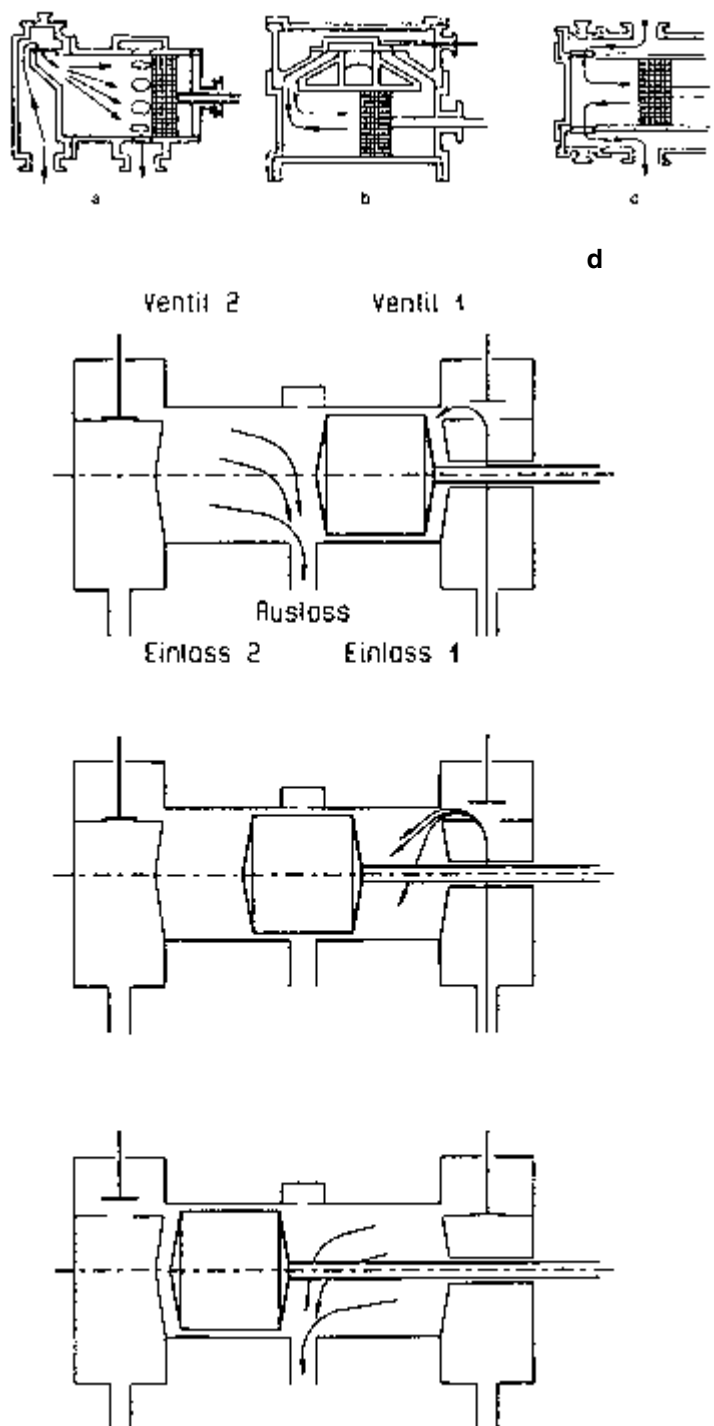

Bild 1.1 Einfach wirkende (a), doppelt wirkende (b), Gleichstrom- und Wechselstromzylinder (b, c)
**Prinzip** – Die Kolbendampfmaschine schien um 1900 den Höhepunkt ihrer Entwicklung erreicht zu haben. In dieser Zeit wurde das Gleichstromprinzip entdeckt: Im *einfach wirkenden* Gleichstrom-Dampfzylinder tritt der am Zylinderkopf einströmende Dampf nach Arbeitsleistung im unteren Drittel des Zylinders wieder aus, der Zylinderkopf wird also nicht mit jedem Takt aufgeheizt und abgekühlt. Dieser thermische Vorteil wird im *doppelt wirkenden* Gleichstromdampfzylinder abwechselnd an den zwei Zylinderenden realisiert. Der Dampf entweicht jeweils in der Mitte des Zylinders (vergl. Bild 1.1). Die Vor- und Nachteile der doppelt wirkenden Gleichstrom- gegenüber der Tandem- und der Expansionsdampfmaschine wurden etwa 10 Jahre nach der Erfindung kontrovers diskutiert [1].